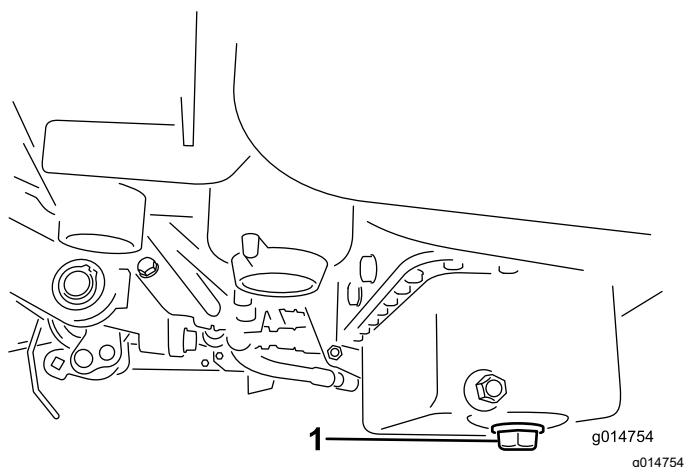

Figura 35
1. Retire el tapón de vaciado y deje fluir el aceite a un recipiente apropiado. Cuando el aceite deje de fluir, coloque el tapón de vaciado (Figura 35).